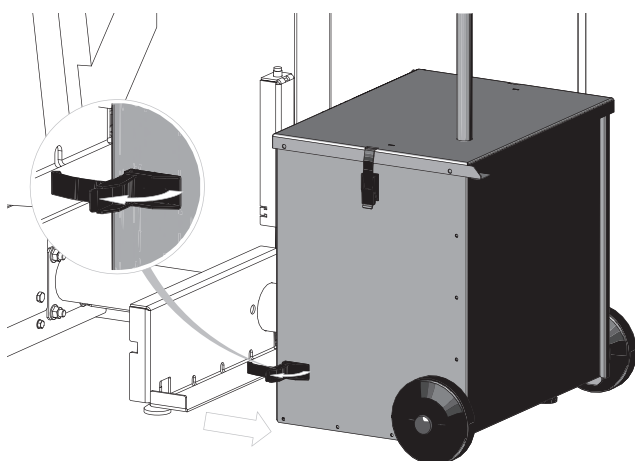

Fig. 51
- ▶ Beide untere Spannbügelverschlüsse öffnen und Aschebox entfernen – Fig. 51.